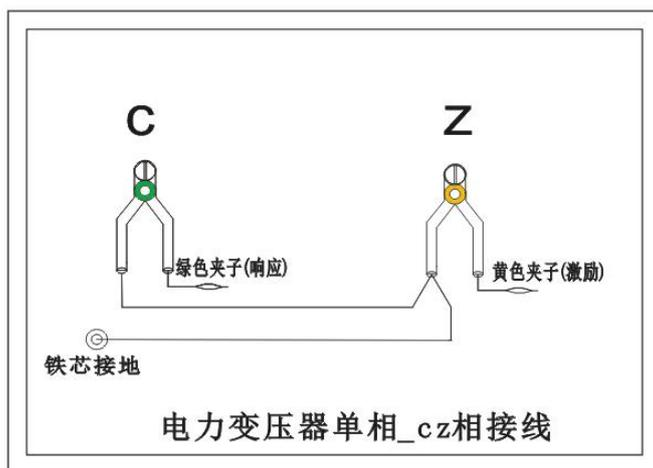

图 15
5.3.4 以上接线完成对单相 Z 的测量接线，如图 15。